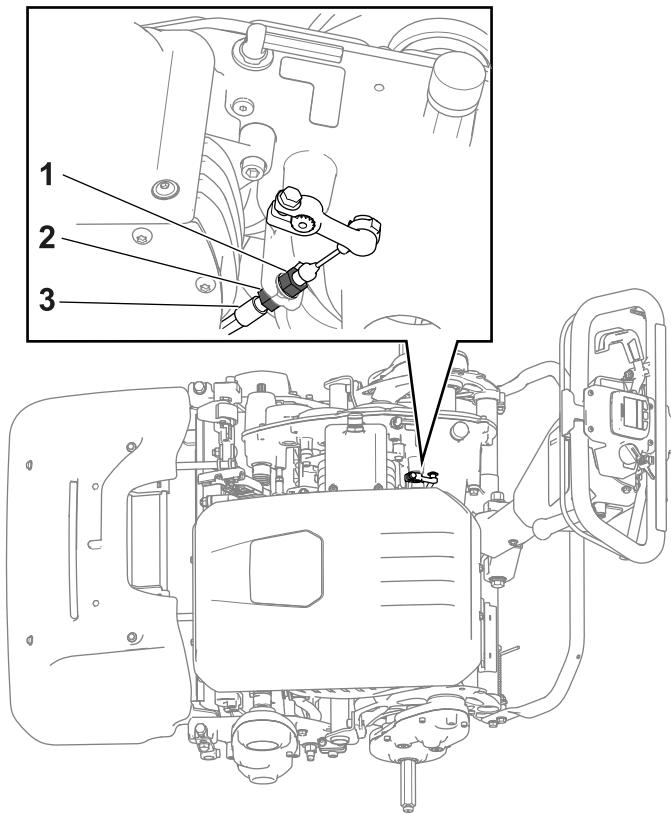

Figure 25
- Pour augmenter la tension du câble, desserrez l'écrou de blocage avant et serrez l'écrou de blocage arrière (Figure 25). Répétez l'opération 2 et ajustez la tension au besoin.
- Pour diminuer la tension du câble, desserrez l'écrou de blocage arrière et serrez l'écrou de blocage avant (Figure 25). Répétez l'opération 2 et ajustez la tension au besoin.